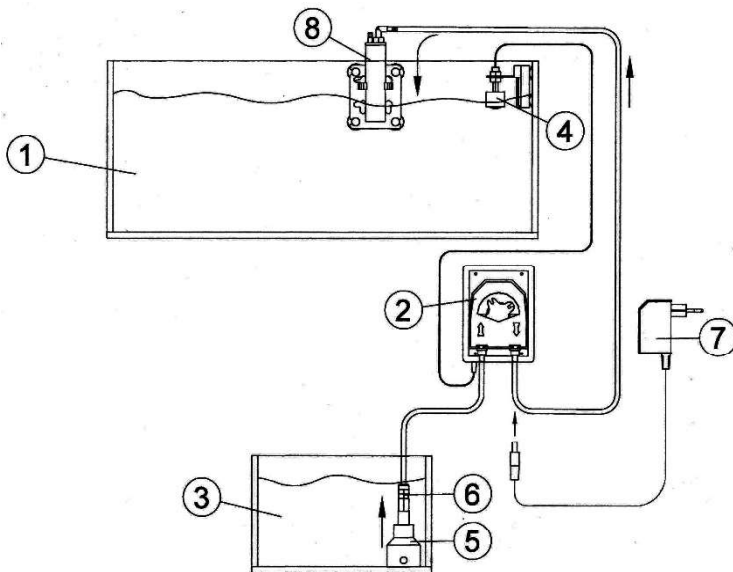

Abb. 1: Nachfüllung in ein Aquarium aus einem Vorratsbehälter
Der Niveaumat besteht aus folgenden Einzelteilen (s. Abb. 1):
- Die Pumpe ist selbstansaugend und sollte immer so aufgestellt werden, dass sie über dem Wasserspiegel des Vorlagebehälters steht (s. Abb. 1). Dies verhindert bei undichtem Pumpenschlauch ein Leerlaufen des Vorlagebehälters. Der Schlauch an der Saugseite sollte so kurz wie möglich gehalten werden.
- Der Rücklauf sollte immer frei ins Aquarium tropfen (8). Beim Stop der Pumpe kann es passieren, dass das Drehkreuz genau waagrecht steht. In diesem Fall dichtet die Pumpe nicht sicher ab. Durch den Tropfer am Auslauf wird dann verhindert, dass Aquarienwasser zurück in den Vorlagebehälter gelangt.
- Das Rückschlagventil (6) muss im Ansaugfitting (5) der Pumpe montiert sein. Dies verhindert ein Leerlaufen des Druckschlauches und gewährleistet, dass bei jedem Schaltzyklus der Pumpe das gleiche Volumen dosiert wird.
- **Niveauschalter:** Bei Aquarien mit geschlossenem Filtersystem oder Innenfiltern (Abb. 1) wird der Niveauschalter direkt im Aquarium angebracht. Dabei muss sich der Schwimmer exakt in der Höhe des gewünschten Wasserstandes befinden. Zur Fixierung wird der Schwimmer auf die Halteplatte gesteckt. Diese wird mit den Gummisaugern an der Aquarienscheibe befestigt. Dabei ist auf festen Halt zu achten. Um auf Nummer sicher zu gehen, empfehlen wir, die Gummisauger mit einem Tropfen Silikonkleber fest an die Scheibe zu kleben. Bei Aquarien mit offenem Filtersystem unter dem Becken muss der Niveauschalter im Filterbecken angebracht werden, ebenfalls in der Höhe des gewünschten Wasserstandes (s. Abb. 2).